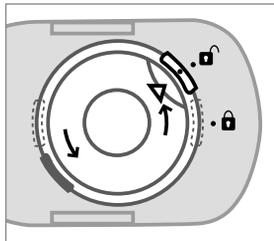

Рис. 2
3. Расположите камеру ингаляционную вертикально на столе. Отсоедините верхнюю часть камеры ингаляционной от самой камеры. Для этого поверните крышку камеры ингаляционной против часовой стрелки, так, чтобы маркер «▶» указывал на «•» (рис. 2). Потянув крышку камеры ингаляционной вверх, извлеките ее.